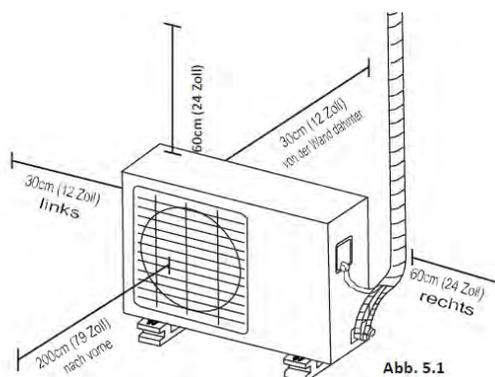

Abb. 5.1
- erfüllt alle Platzanforderungen wie gezeigt in den Installationsplatzanforderungen (Abb. 5.1)